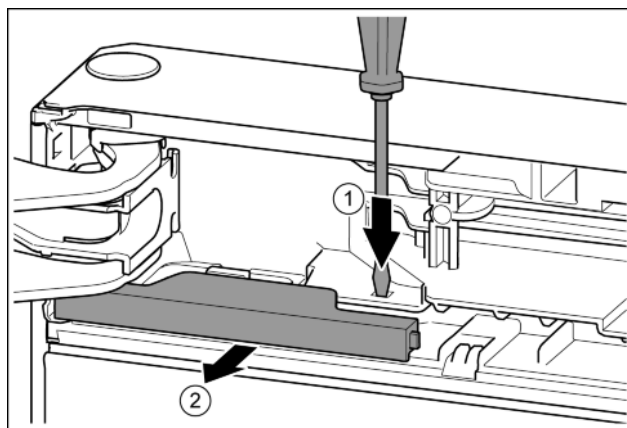

Fig. 9
- Нажать накладку шлицевой отверткой. Fig. 9 (1)
- Вынуть крышку из зацепления. Fig. 9 (2)